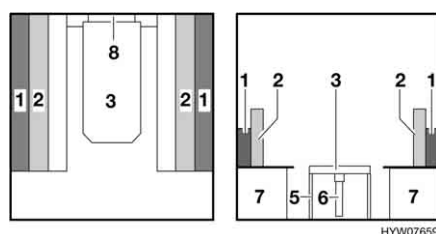

Fig. 46 Durante la trasformazione
- Agganciare il piano del tavolo nella guida di supporto inferiore (Fig. 46,8) con un angolo di 45° e deporlo sul pavimento con il puntello.